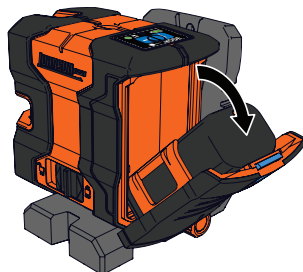

Figure 4
2. Appuyer sur la languette de verrouillage du couvercle de la pile pour déverrouiller le couvercle de la pile. Laissez le couvercle du compartiment à piles s'ouvrir. (Figure 4)